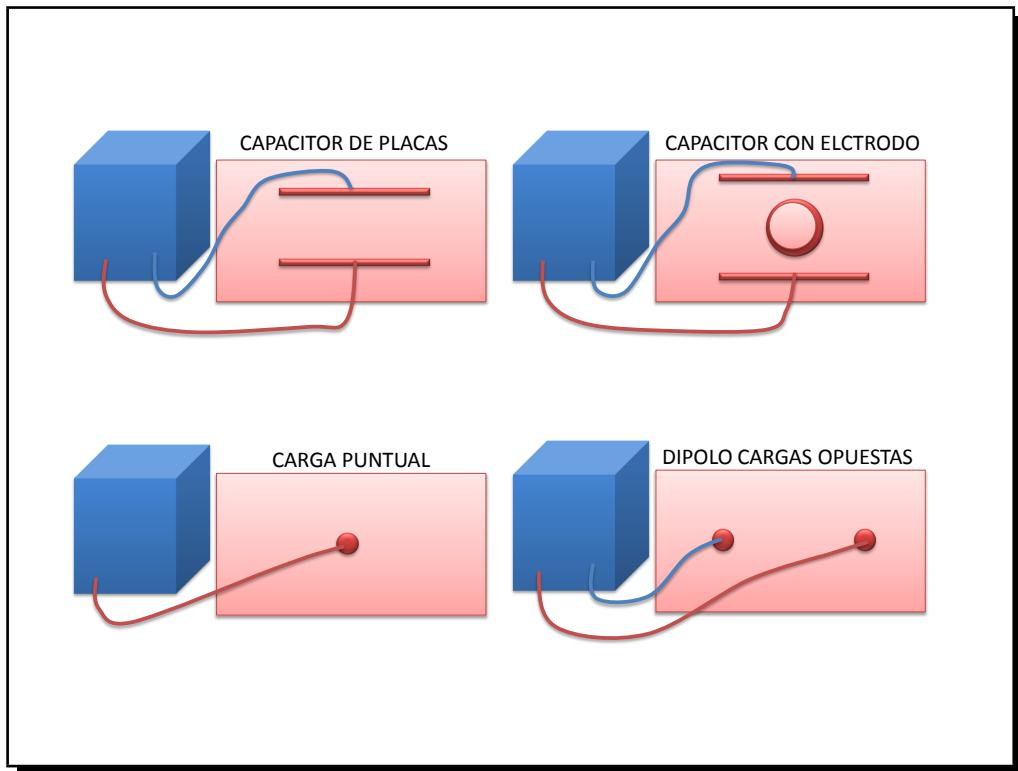

Figura 3.4: Configuraciones para describir las superficies equipotenciales
- 1 Conecte los electrodos del generador en los electrodos del papel tal como lo indica la Figura 3.4.
- c) Dibujar las líneas de campo eléctrico para cada una de las configuraciones utilizadas en el experimento, Figura 3.4.